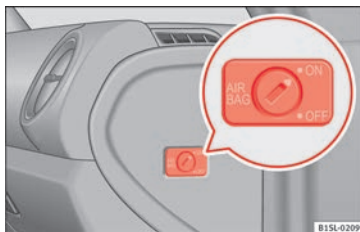

Bild 20 På passagerarsidan fram: Nyckelomkopplare för inaktivering och aktivering av passagerarkrockkudden fram.
- Använd nyckeln och vrid nyckelomkopplaren till **OFF** » » **bild 20**.